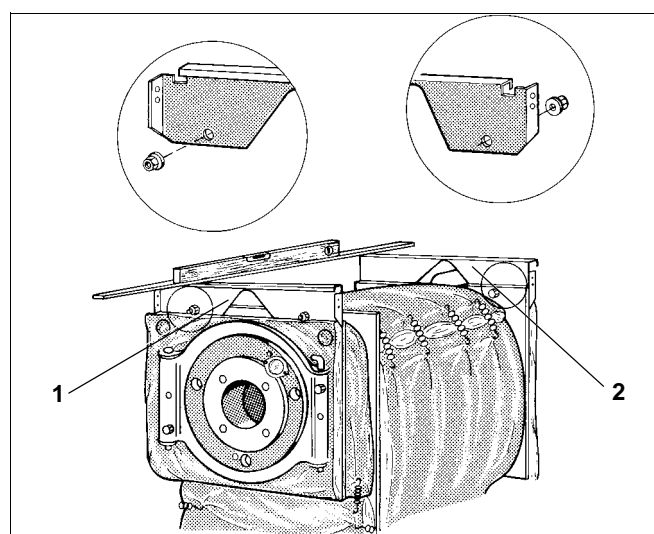

Рис. 7 Монтаж передней и задней траверс
- Наденьте переднюю траверсу (рис. 7, **поз. 1**), трапециевидным вырезом вниз) 2 отверстиями на винты и закрепите гайками (рис. 7).
- Наденьте заднюю траверсу (рис. 7, **поз. 2**), трапециевидным вырезом вниз) 2 отверстиями на винты и закрепите гайками (рис. 7).
Отбортовки траверс должны быть направлены от котла. Переднюю и заднюю траверсы необходимо выровнять в горизонтальной плоскости (рис. 7).